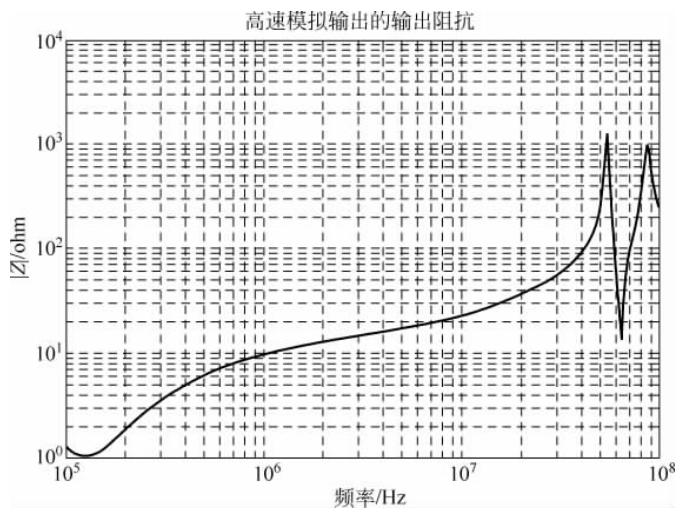

图 3-28 输出阻抗
(10) 输出通道(输出放大器和滤波器)的阻抗如图 3-28 所示。